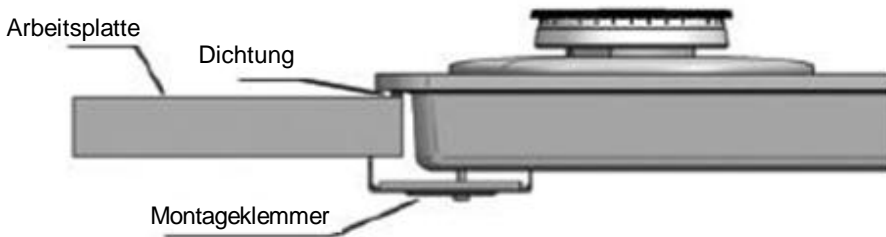

Abb. 7.
- Um das Eindringen von Fremdkörpern und Flüssigkeiten zwischen dem Kochfeld und der Theke zu verhindern, bringen Sie die Dichtung vor dem Einbau an der Thekenöffnung an, ohne sie zu überlappen. (Abb. 7).
- Befestigen Sie das Gerät mit Hilfe des Montageblechs und der Schrauben auf der Arbeitsplatte. (Abb. 7 und 8)